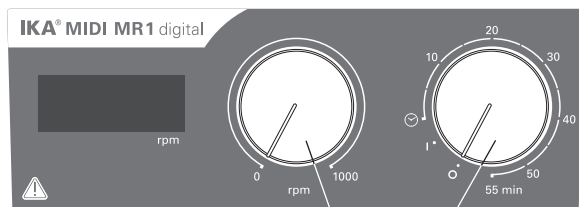

Fig. 3
- ☞ Per accendere l'apparecchio, ruotare la manopola **"On/Off"** e posizionare la manopola **"Timer"** (B, ved. Fig. 3) in senso orario sulla posizione **"1"**.
- ☞ Per spegnere l'apparecchio, ruotare la manopola **"On/Off"** e posizionare la manopola **"Timer"** (B) sulla posizione **"0"**.
- ☞ Regolare il numero di giri del motore con la manopola **"Numero di giri"** (C, ved. Fig. 3). Il numero di giri del motore può essere impostato da 0 a 1000 rpm per **MIDI MR 1 digital** e da 0 a 600 rpm per **MAXI MR1 digital**.